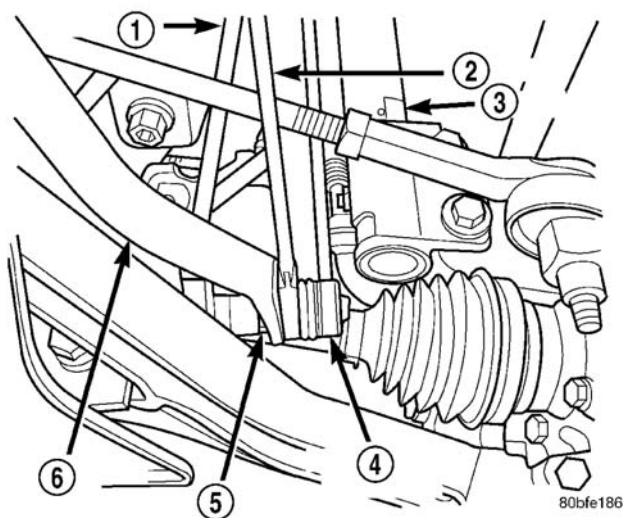

图 33 稳定杆连杆连接至稳定杆
**注意：从稳定杆连杆的球销上取下螺母时，勿使球销在球头内旋转。用开口扳手夹住球销上加工的平台，固定住球销，不让它转动（图 33）。**
(5) 从稳定杆的每端卸下稳定杆连杆（图 33）。在拆卸时，将开口扳手插入连杆的安装球销内加工的平台，然后在保持扳手不动的同时，拆下螺母。将每个球销推出稳定杆内的孔。
(4) 将稳定杆连杆固定球销安装到稳定杆每端的孔中（图 33）。
**注意：**当在稳定杆连杆固定球销上安装螺母时，勿使球销在球头内旋转。用开口扳手夹住球销上加工的平台，固定住球销，不让它转动（图 33）。